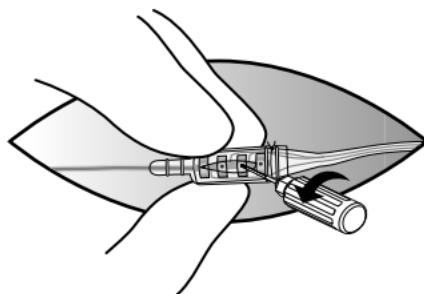

Figure 17. Desserrez les vis de fixation.
6. Desserrez chacune des quatre vis de fixation en tournant la clé dynamométrique dans le sens inverse des aiguilles d'une montre (environ un tour) (Figure 17).